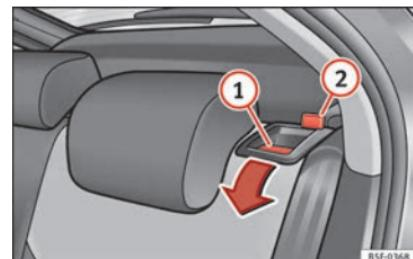

Fig. 154 Leva di sblocco dello schienale.
- Premere la leva di sblocco » fig. 154 ① nella direzione indicata dalla freccia.
- Sollevare lo schienale fino a farlo incastare » ▲. Se lo schienale è ben fissato, la tacca rossa del perno » fig. 154 ② non risulta più visibile.